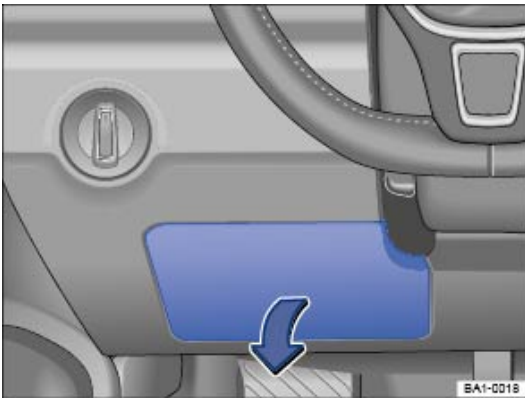

Fig. 170 Côté conducteur dans le tableau de bord : cache de la boîte à fusibles
- Passez la main derrière le cache ⇒ Fig. 170 et retirez le cache vers l'avant.